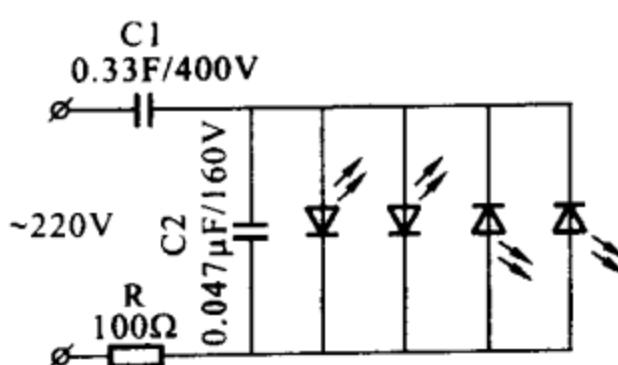

图 3-43 改进后的信号灯原理图
改进后的信号灯原理图如图 3-43 所示，①将原来串联的发光二极管改为并联，这样可使发光二极管承受的冲击电流将近减少为原来的一半，而亮度基本不受影响；②增加一个旁路电容 C2，使 C1 产生的浪涌电流大部分被 C2 抑制掉，从而减小对元件的冲击；③将限流电阻 R 的功率增加至 1W、 100Ω 。改进后的信号灯电路可广泛应用于自动机床、自动生产线及需要显示频繁通断的场合，且损坏率大大降低。